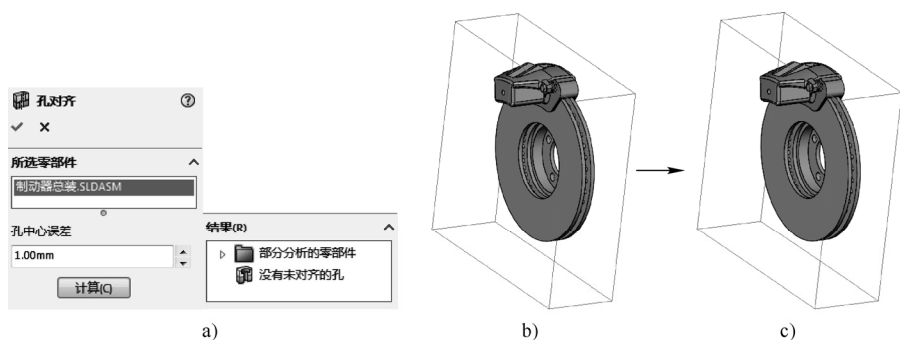

图 6-71 孔对齐检查操作
STEP 3 单击“装配”工具栏中的“孔对齐”按钮，设置“孔中心误差”的最小距离为“1mm”，单击“计算”按钮，可以查找系统中未对齐的孔，由于本练习中没有未对齐的孔，所以孔对齐操作前后，视图没有改变，如图 6-71 所示。